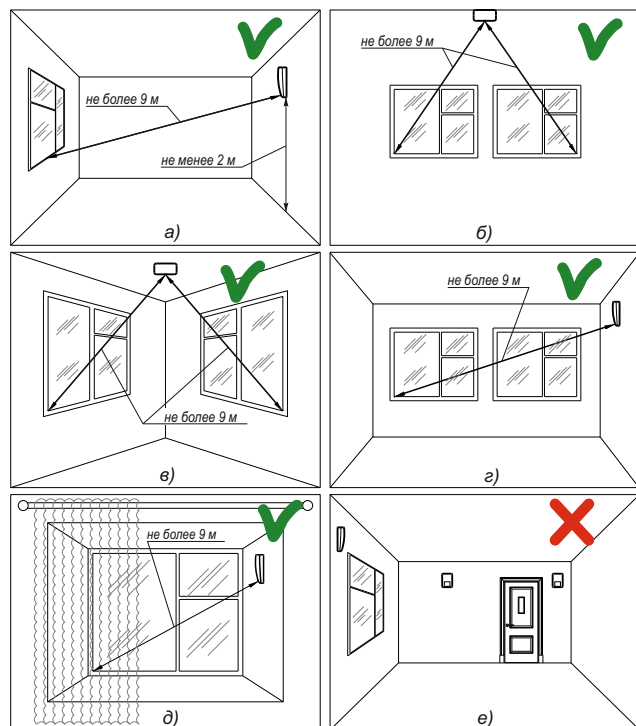

Рисунок 3
6.3 Извещатель размещается на потолке или стене рядом или напротив защищаемого стекла. Варианты размещения представлены на рис. 3, где а), б), в), г) и д) – рекомендуемые места установки, е) – не рекомендуемые.